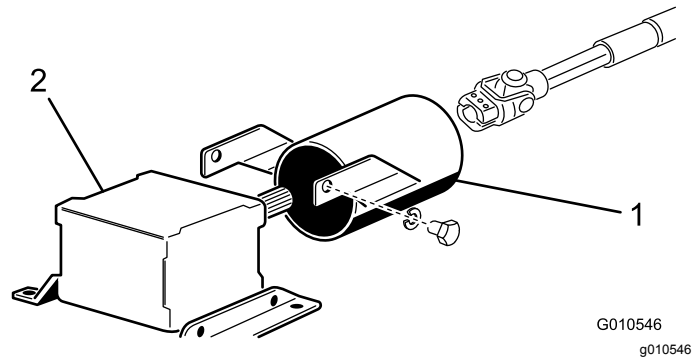

Figura 8
del protector de la TDF a la caja de engranajes (Figura 8).
2. Deslice el protector del árbol de la TDF sobre el árbol de la TDF, posicionando el protector según se muestra en Figura 8.